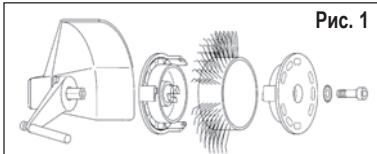

Рис. 1
2. При выборе ленты **MBX® Bristle Blaster®** учитывать обрабатываемую поверхность (угол, лента 11 мм, лента 23 мм). Пересять подачу скатого воздуха, а затем с помощью соответствующего держателя надлежащим образом закрепить ленту **MBX® Bristle Blaster®** 23 мм или 11 мм (учитывая направление вращения), наложить стопорную шайбу с упругими зубцами и ввернуть винт. См. рис. 1 и 2.